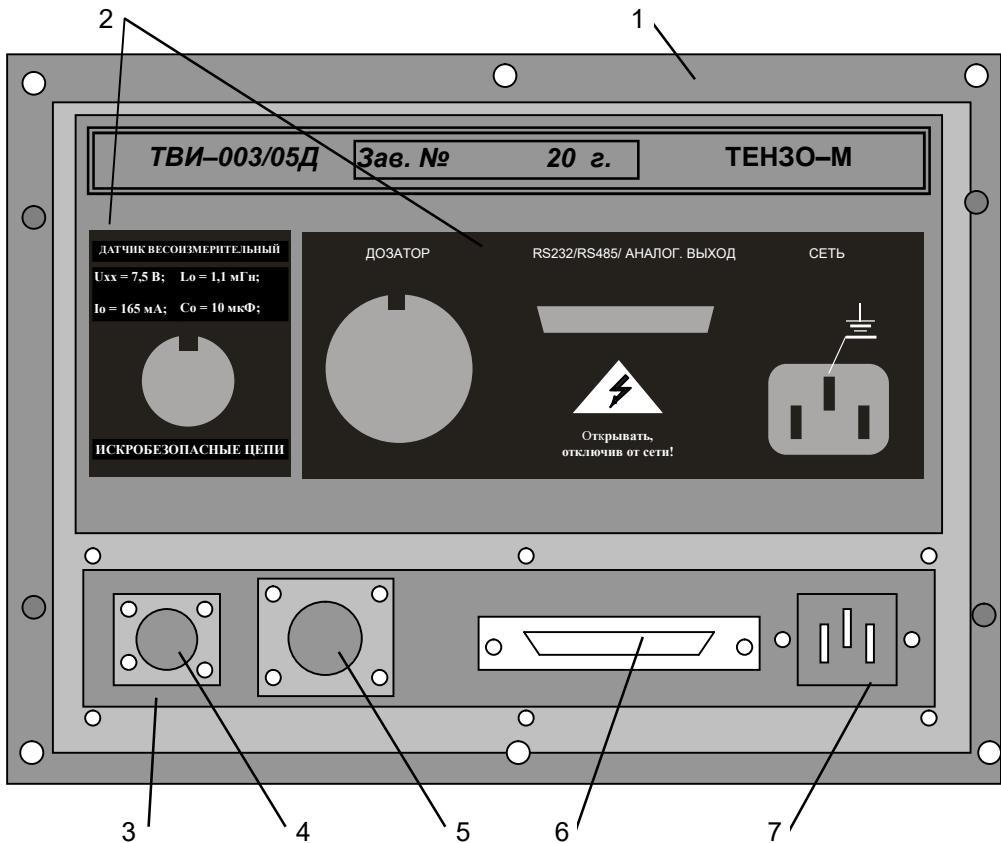

Рис. 7.3. Внешний вид Преобразователя сзади.
На Рис. 7.3 изображён внешний вид Преобразователя сзади.
8.3. Подключить кабель от грузоприемного устройства весоизмерительной системы к разъему для подключения датчика весоизмерительного ТВИ-003/05Д (см. Рис. 7.3, стр. 15).
8.5. Если предполагается использовать последовательные интерфейсы, аналоговый выход или дискретные входы/выходы, подключите внешние устройства весоизмерительной системы к соответствующим разъёмам (см. Рис. 7.3, стр. 15).